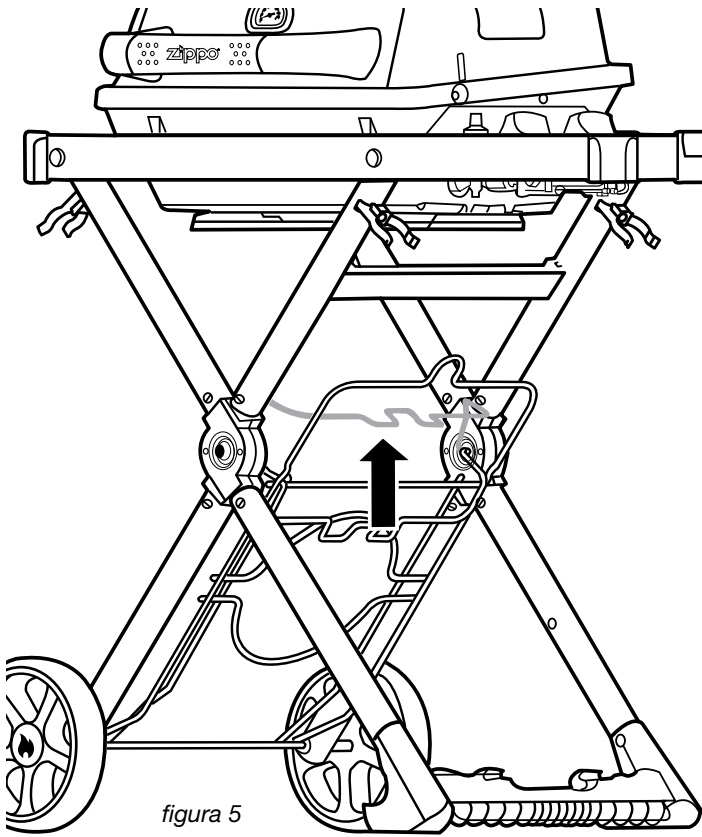

figura 5
Levantarse ③③ el Retenedor del Tanque para liberar ③② la Ménsula de Soporte del Tanque como se muestra en la figura 5.